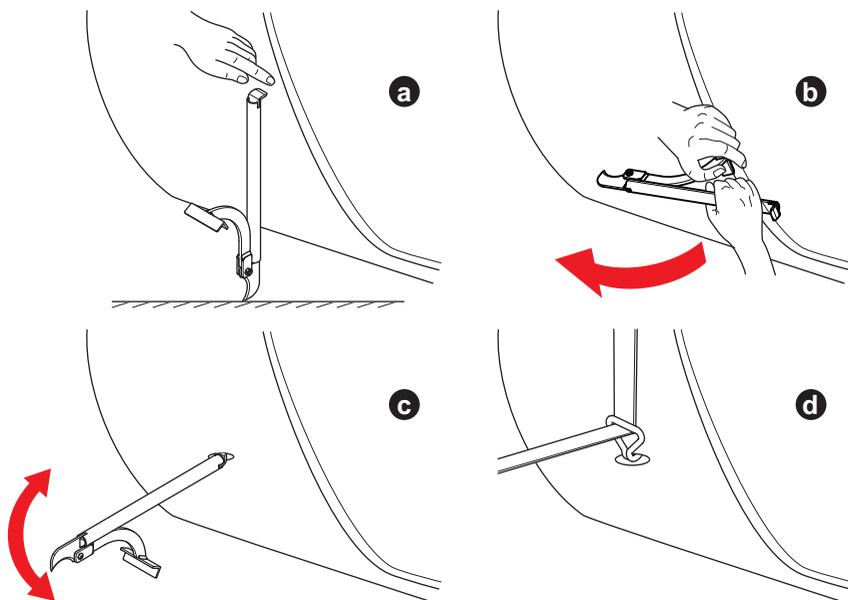

Fig. 17
- Marque la posición donde el gancho de la correa tensora debe fijarse a la carrocería del coche. Utilice la cuchilla para determinar la altura correcta para cortar la carrocería del coche. Consulte Fig. 17.a.
- Marque un corte en la carrocería del coche con la cuchilla. Consulte Fig. 17.b.
- Amplíe el corte con el lado posterior de la cuchilla. Consulte Fig. 17.c.
- Monte el gancho de la correa tensora en el corte. Consulte Fig. 17.d.